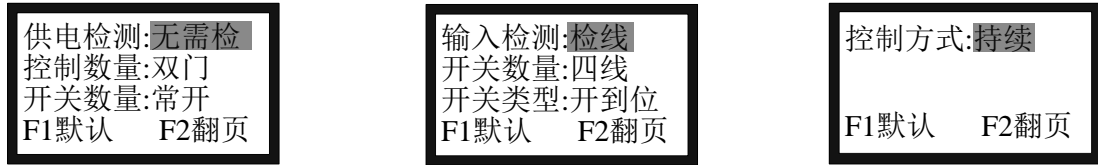

图 7-30
2) 选择配置：设置前端设备配置内容，按“确认”键进入(如图 7-30)。